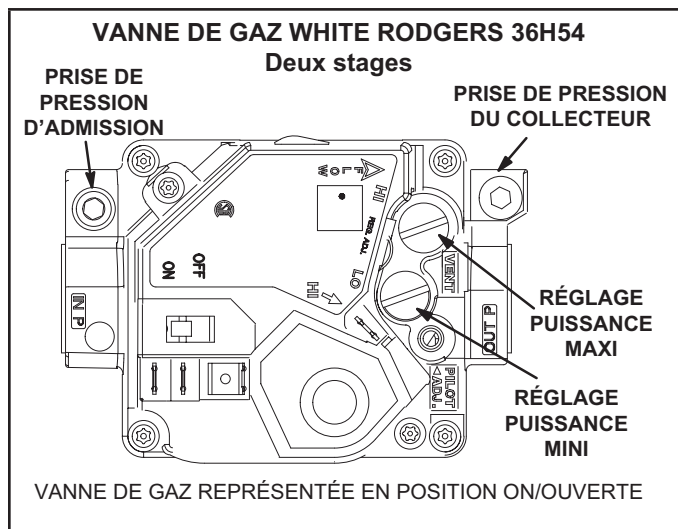
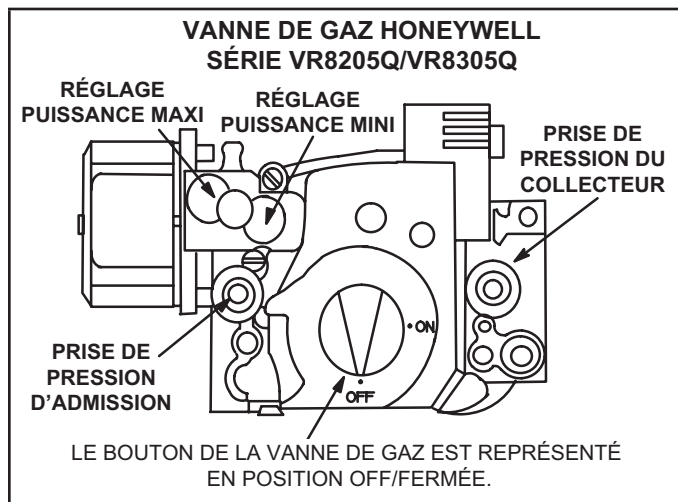

FIGURE 34
FIGURE 35
Fonctionnement de la vanne de gaz pour Honeywell VR8205Q/VR8305Q et White Rodgers 36H54 (FIGURE 34 et FIGURE 35).
- 5 - Mettez l'interrupteur de la vanne de gaz sur **OFF/ FERMÉE**. Reportez-vous à la FIGURE 34. Sur les vannes de gaz Honeywell VR8305Q, tournez le bouton dans le sens des aiguilles d'une montre jusqu'en position **OFF/ FERMÉE**. Ne forcez pas. Reportez-vous à la FIGURE 35.
- 6 - Attendez cinq (5) minutes pour vous assurer que tout le gaz a eu le temps de se dissiper. En cas d'odeur de gaz, **ARRÊTEZ!** Appelez immédiatement le fournisseur du gaz depuis chez un voisin et conformez-vous à ses instructions. S'il n'y a pas d'odeur de gaz, passez au point suivant.
- 7 - Mettez l'interrupteur de la vanne de gaz sur **ON/ OUVERTE**. Reportez-vous à la FIGURE 34. Sur les vannes de gaz Honeywell VR8305Q, tournez le bouton dans le sens inverse des aiguilles d'une montre jusqu'en position **ON/OUVERTE**. Ne forcez pas. Reportez-vous à la FIGURE 35.